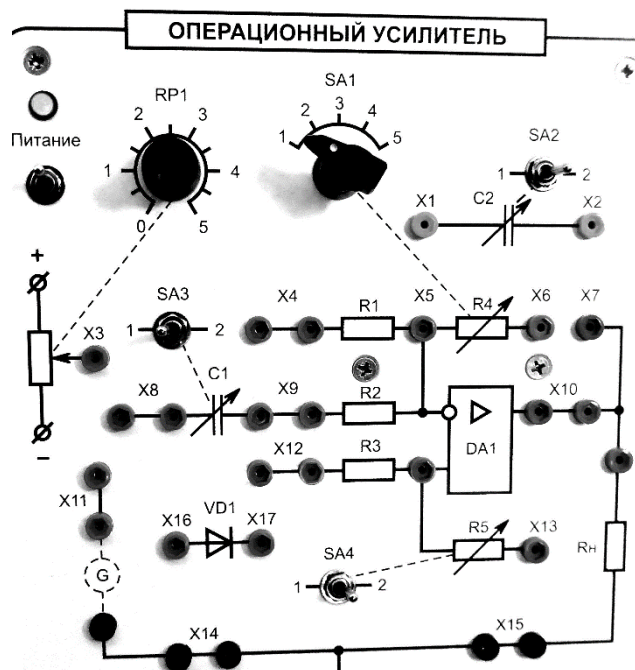

Рис. 12. Вид модуля **ОПЕРАЦИОННЫЙ УСИЛИТЕЛЬ**
2. В модуле **ОПЕРАЦИОННЫЙ УСИЛИТЕЛЬ** извлечь из гнезд все перемычки (рис. 12).